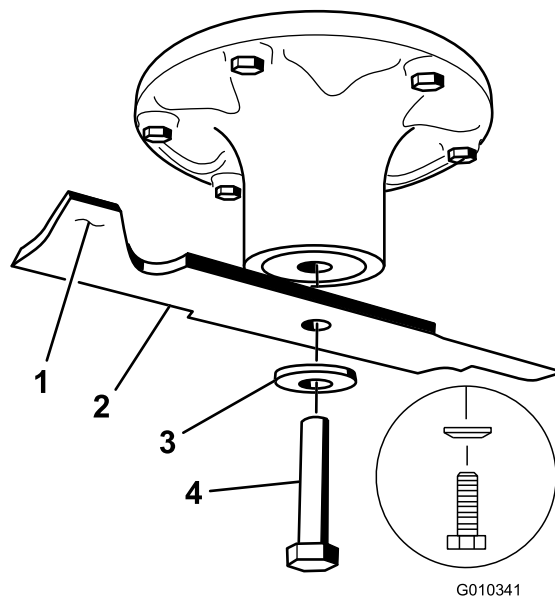

Figura 55
Sujete el extremo de la cuchilla usando un trapo o un guante grueso. Retire del eje el perno de la cuchilla, la arandela curva y la cuchilla (Figura 55).
- A. Rebaje algo de metal en la parte de la vela solamente con una lima (Figura 55).
1. Instale la cuchilla en el eje (Figura 55).
2. Instale la arandela de muelle y el perno de la cuchilla (Figura 55).